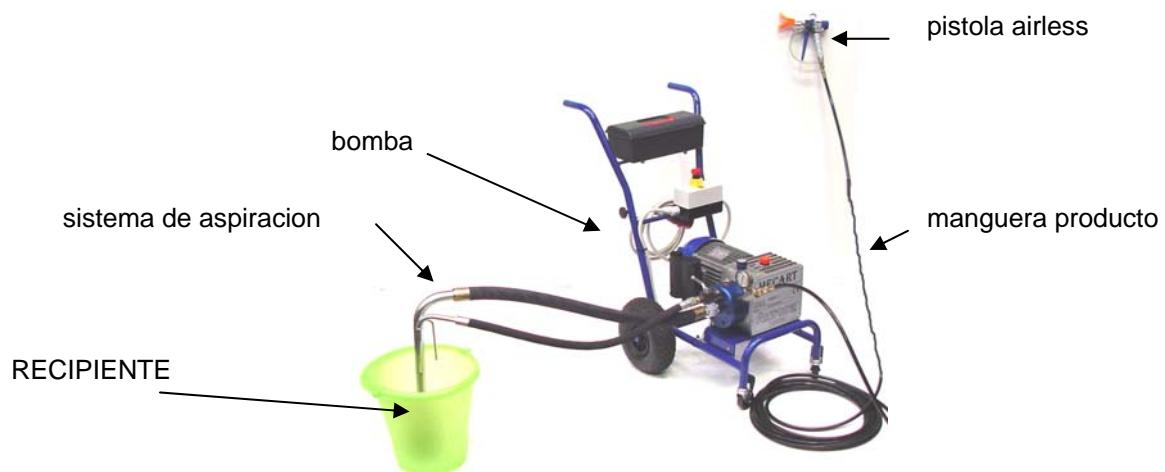

Figura 9 - Disposición de la máquina para el funcionamiento
4.1 Preparación de la máquina para el empleo (FIGURA 9)